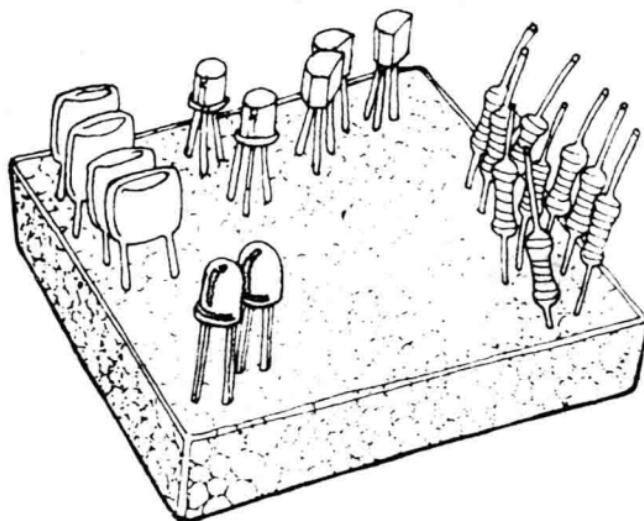

图14
(3) 元件的引脚和连接导线要以顺时针方向绕在螺丝上,这样当你拧紧螺丝时不会将元件的引脚或导线松开。另外元件的引脚和连接导线要留有一定的余地,以免过紧后将引脚从元件中拉出,损坏元器件。
(4) 在拧螺丝前最好先用锥子或钉子在电子万能板上钻一个小洞,以方便拧紧螺丝并保证螺丝拧在应有的位置上。
(5) 安装时元器件的引脚不宜多弯曲,特别是二极管和三极管多弯曲后引脚容易折断。
(6) 为了不使元件丢失,你可以找一块废旧的泡沫塑料板,如图14那样将元件插在泡沫塑料板上以待安装时使用。